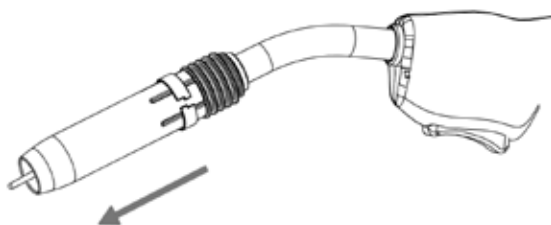

Рис. 8.6.5. Порядок заправки сварочной проволоки.
4. Заправьте сварочную проволоку (См. рис. 8.6.5).